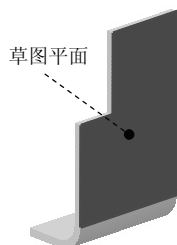
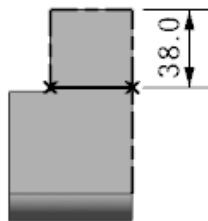

图 4.1.13 草图平面
图 4.1.14 绘制折弯线
Step3. 绘制折弯线。单击  按钮，系统弹出“创建草图”对话框，选取图 4.1.13 所示的模型表面为草图平面，取消选中 **设置** 区域的  **创建中间基准 CSYS** 复选框，单击 **确定** 按钮，进入草图环境；绘制图 4.1.14 所示的折弯线，然后退出草图环境。